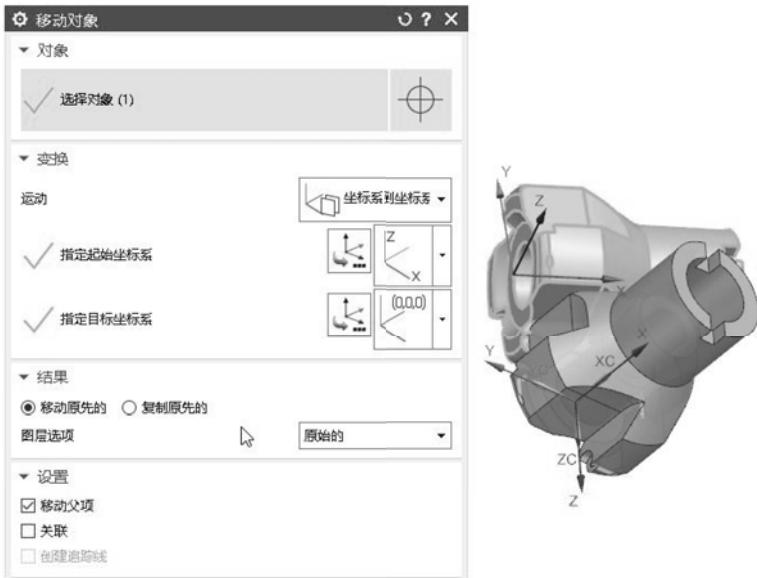

图 3-7 移动对象参数设置
(3) 选取绝对坐标系作为目标坐标系，然后选取铣刀零件作为要移动的对象，具体设置如图 3-7 所示。注意是移动对象，不是复制对象。